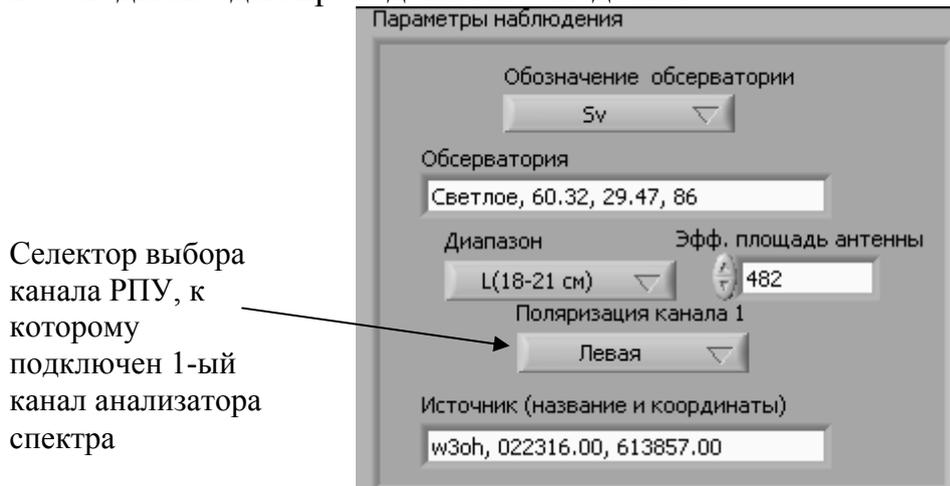

Рис. 3. Параметры наблюдения
помощью группы элементов 1 (рис. 3) вводятся основные параметры, необходимые для проведения наблюдений.
1). Ввести название источника и его координаты в поле окна 1 «Источник» (см. рис. 3) в следующем формате: